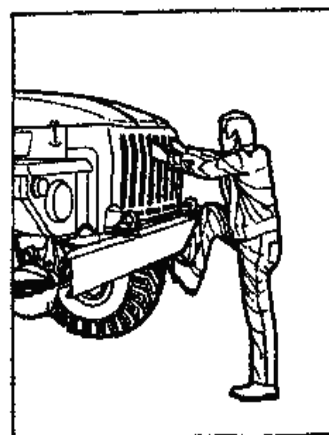

Рис. 3. Прием использования подножки и ребер облицовки радиатора при подъеме на бунт и спуска с него
7. Чтобы подняться на бунт автомобиля или спуститься с него, используйте подножку, центральное и крайнее левое {по ходу автомобиля) ребра облицовки радиатора, имеющие на внутренней стороне вкладыши {рис. 3).